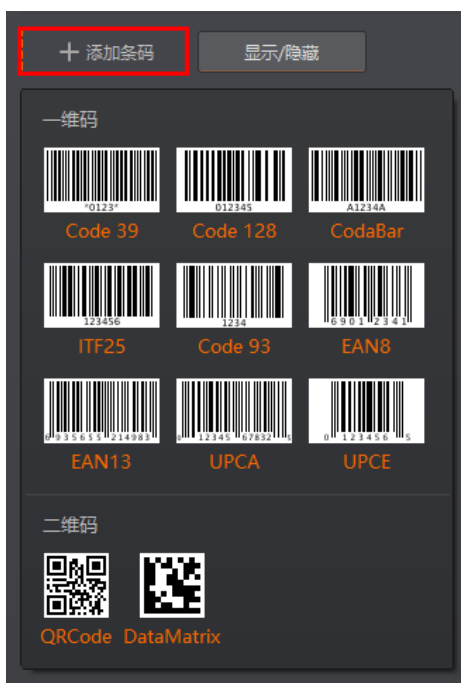

图3-23 添加条码
1. 单击左上角的“+添加条码”，会显示当前设备支持的一维码或二维码类型，如图 3-23 所示。